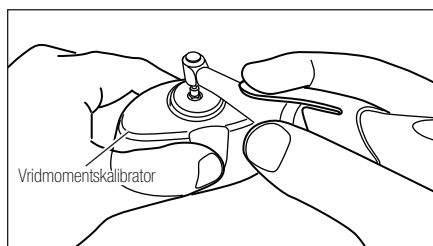

Bild 10
- 6) När du trycker på PÅ/AV-knappen sker en nedräkning och därefter inleds kalibrering med belastning. Motorhandstycket roterar: håll motorhandstycket i vertikalt läge tills rotationen stannar och håll samtidigt ordentligt i vridmomentskalibratorn (se Bild 10). Under kalibreringen blinkar "CAL" av och till.